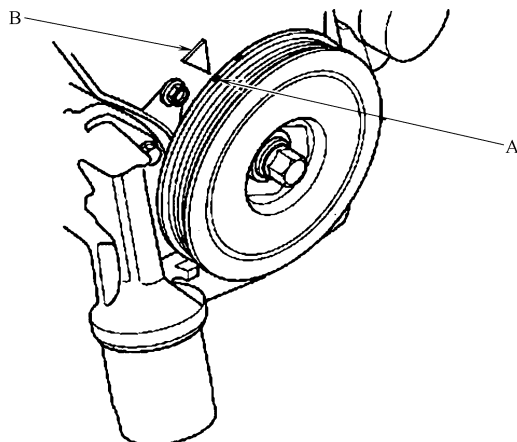

图 23-47 曲轴带轮上的白色标记 A 与指针 B 对准
- 2) 转动曲轴，使曲轴带轮上的白色标记 A 与指针 B 对准（图 23-47）。